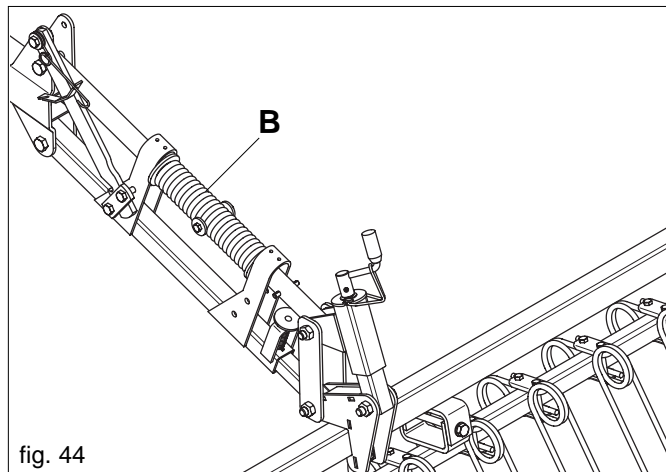

fig. 44
La pressione di lavoro dei denti a molle dell'erpice copriseme può essere variata mediante la rotazione della molla (B) posta sul braccio parallelo superiore (Fig. 44).